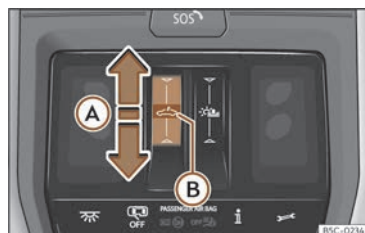

Fig. 90 En el revestimiento interior del techo: tecla del techo de cristal.
- **Movimiento automático:** deslice el dedo hacia atrás sobre el área funcional >>> fig. 90 A).
- Antes de que transcurran aprox. 5 segundos desde la activación de la función antiaprisionamiento, deslice el dedo hacia delante sobre el área funcional >>> **fig. 90** y mantenga presionado hasta que el techo se cierre completamente.